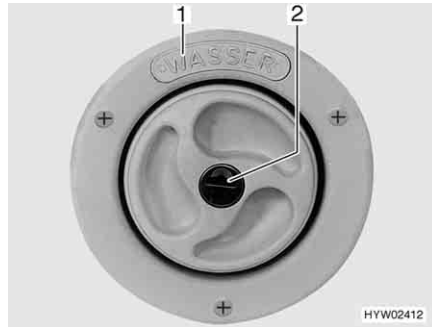
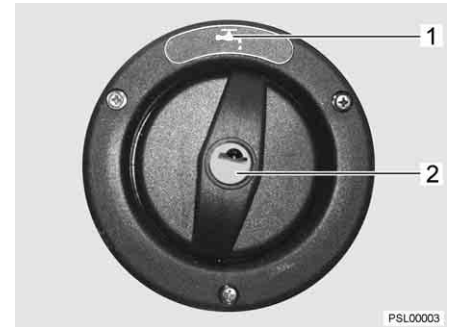

Fig. 49 Couvercle de fermeture pour bec de remplissage d'eau potable
Fig. 50 Couvercle de fermeture pour bec de remplissage d'eau potable (alternative)
- ▷ Le bec de remplissage d'eau potable porte l'inscription "WASSER" (eau) (Fig. 49,1) ou le symbole "☞" (Fig. 50,1).
- Insérer la clé dans le barillet (Fig. 49,2 ou Fig. 50,2) et la tourner dans le sens inverse des aiguilles d'une montre.